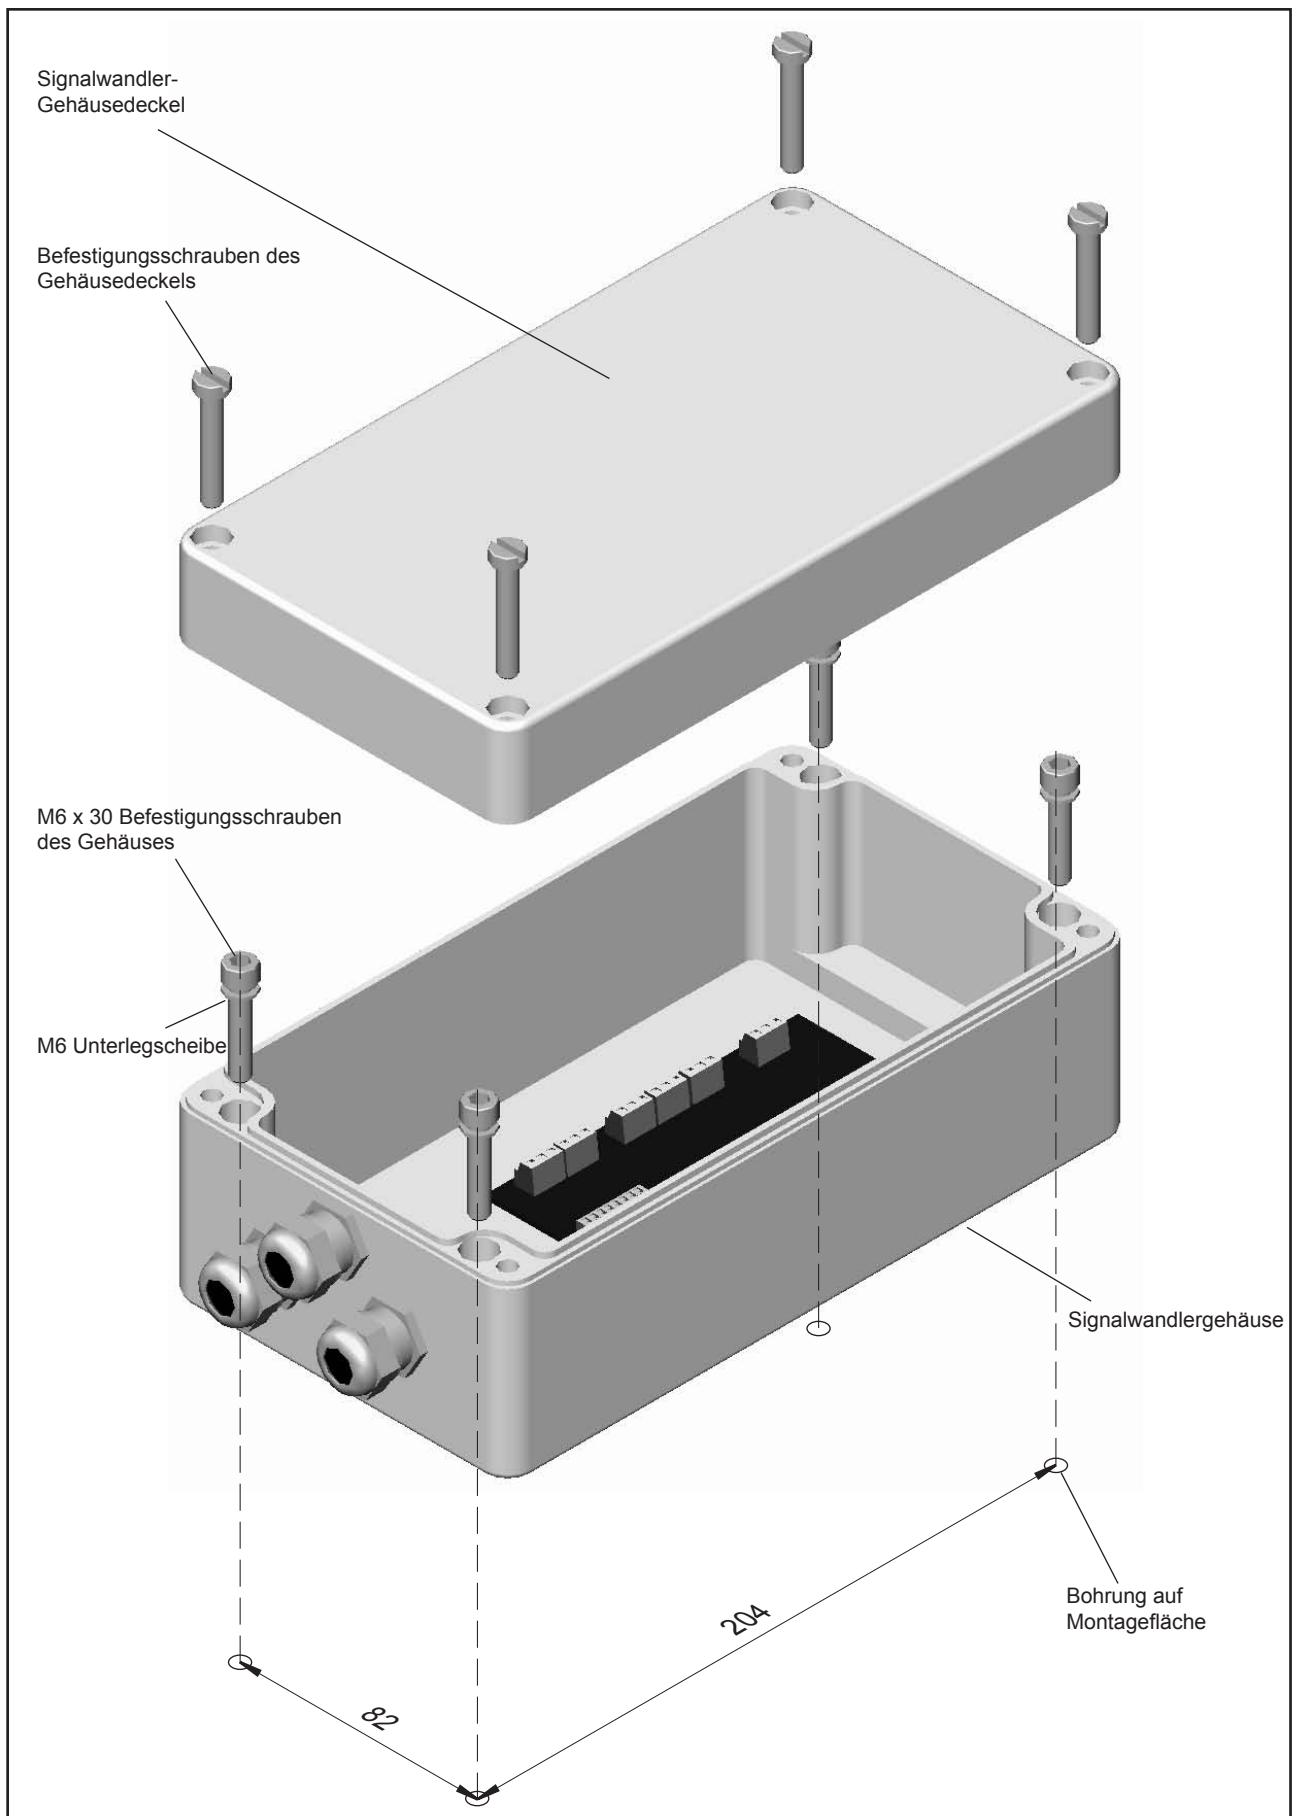

Abb. 3-2 : Montage eines CST 113 mit Aluminiumgehäuse
- Anzeichnen der 4 Gewindebohrungen auf der Montagefläche (siehe Abbildung 3-2)
- Entfernen des Signalwandler-Gehäusedeckels durch Lösen der 4 Befestigungsschrauben (siehe Abbildung 3-2).